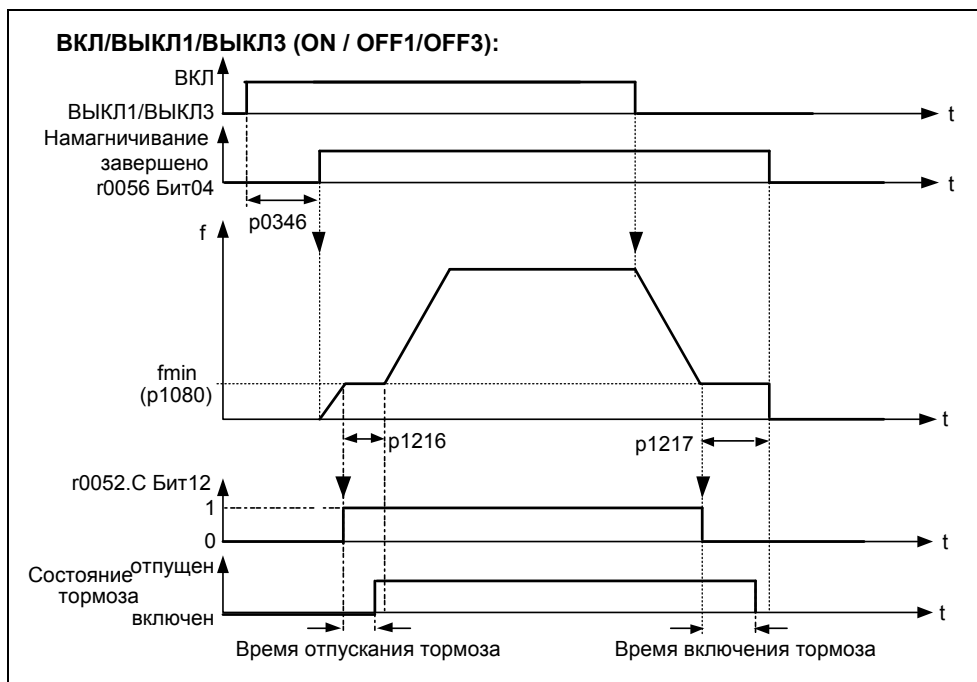
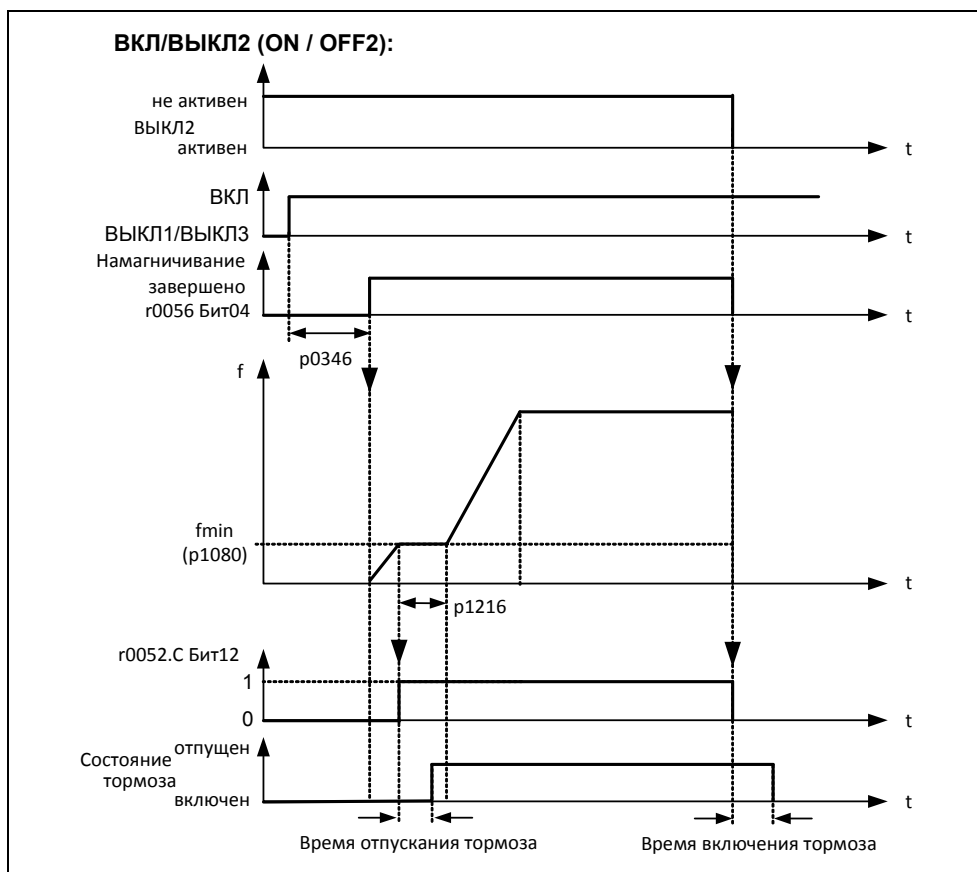

Рис. 3-58 Стояночный тормоз двигателя после ВКЛ / ВЫКЛ1
Рис. 3-59 Стояночный тормоз двигателя после ВЫКЛ2
Перед отпуском тормоза необходимо снять запрет импульсов и подать ток, удерживающий привод в текущей позиции. При этом подводимый ток определяется мин. частотой P1080. Тип значением здесь является ном. скольжение двигателя r0330. Во избежание долгосрочных повреждений стояночного тормоза разрешается включать двигатель только после продувки тормоза (время продувки тормоза 35 мс ... 500 мс). Эта задержка должна быть учтена в параметре P1216 "Задержка разрешения стояночного тормоза" (см. рис. 3-58).
Включение стояночного тормоза инициируется либо через ВЫКЛ1 / ВЫКЛ3, либо ВЫКЛ2. При ВЫКЛ1 / ВЫКЛ3 на двигатель при достижении им мин. частоты P1080 эта частота подается до включения тормоза (время активации тормоза 15 мс ... 300 мс). Длительность задается через параметр P1217 "Время задержки стояночного тормоза" (см. рис. 3-58). Ели же, напротив, следует команда ВЫКЛ2, то, независимо от состояния привода, сигнал состояния r0052 Bit 12 "Стояночный тормоз двигателя активен" сбрасывается. Т.е. тормоз включается сразу же после ВЫКЛ2 (см. рис. 3-59).
- ◆ Для отпущения/включения цифровой выход в точке 1/2 (см. рис. 3-58) управляет стояночным тормозом двигателя. Условием является активация стояночного тормоза двигателя P1215 и выбор стояночного тормоза двигателя для цифрового выхода.